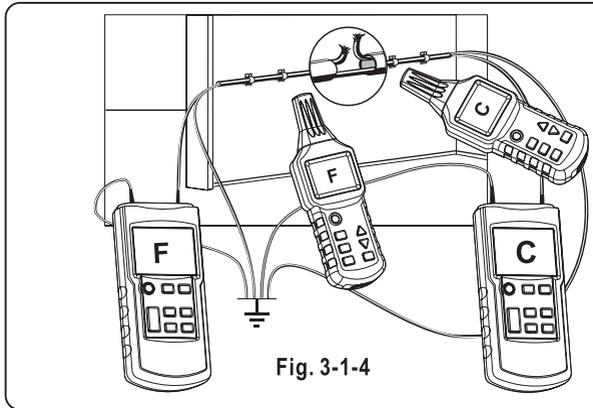

Fig. 3-1-4
- > Toutes les lignes non utilisées doivent être branchées à la mise à la terre auxiliaire, comme illustré à la Fig. 3-1-4.
- > Branchez les deux connecteurs comme illustré à la Fig. 3-1-4.
Si les transmetteurs sont branchés comme illustré à la Fig. 3-1-4, le récepteur indique C à gauche de l'interruption de ligne. Si le récepteur dépasse l'emplacement de l'interruption vers la droite, il affichera F. Si vous vous trouvez directement au-dessus de l'interruption, aucun code de ligne n'est affiché car les signaux des deux transmetteurs sont superposés.